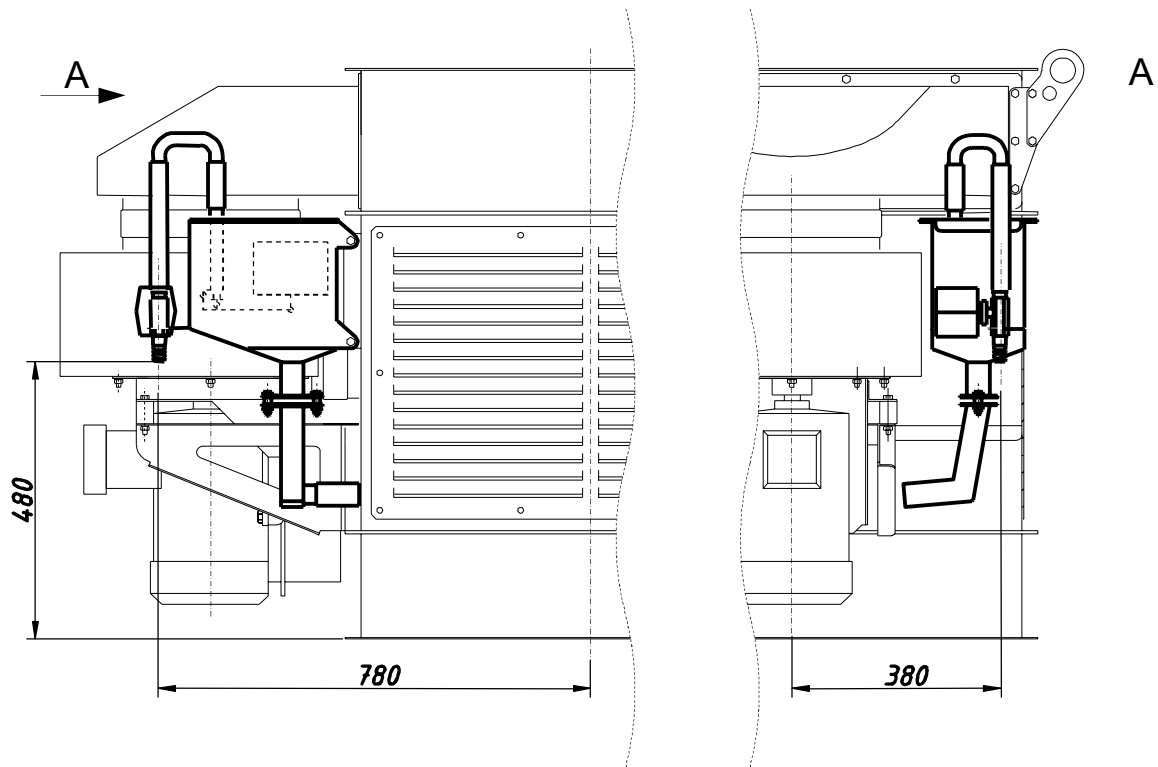

Рис. 8. Поплавковый дозатор.
6.6. При помощи шланга с внутренним диаметром 20..24 мм соединить штуцер подачи дозатора (см. рис.8а и 8б) с линией подачи воды.